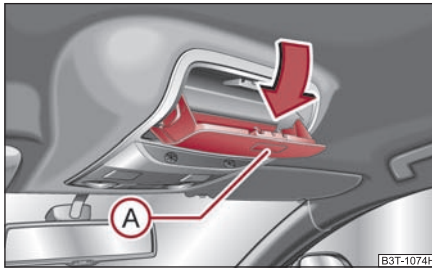

Fig. 112 Imagine din plafon: Compartimentul pentru ochelari
- Apăsați tasta **A**, compartimentul se rabatează în jos ⇒ fig. 112.